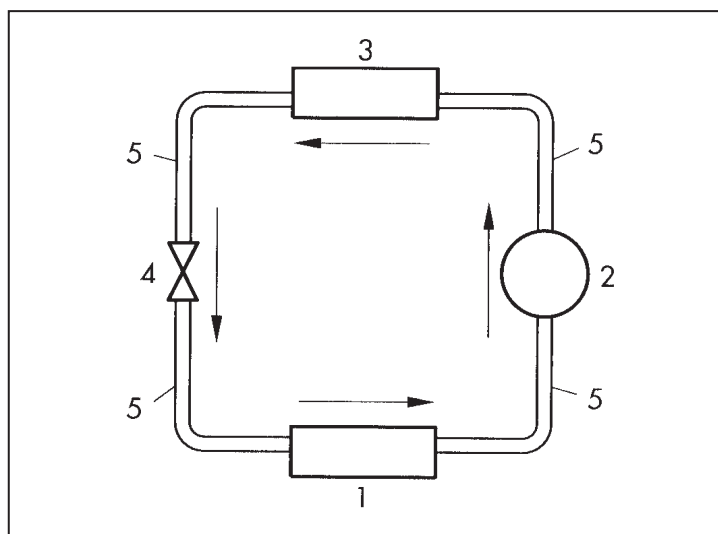
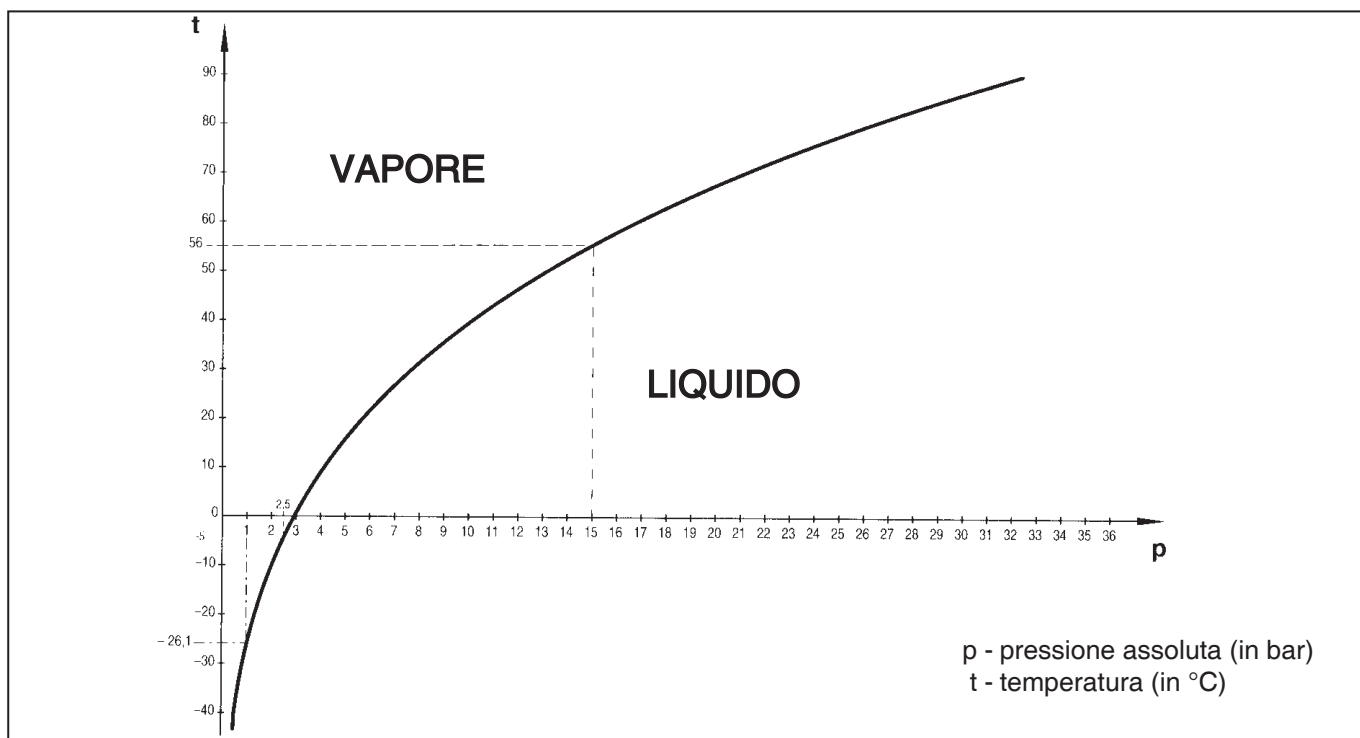
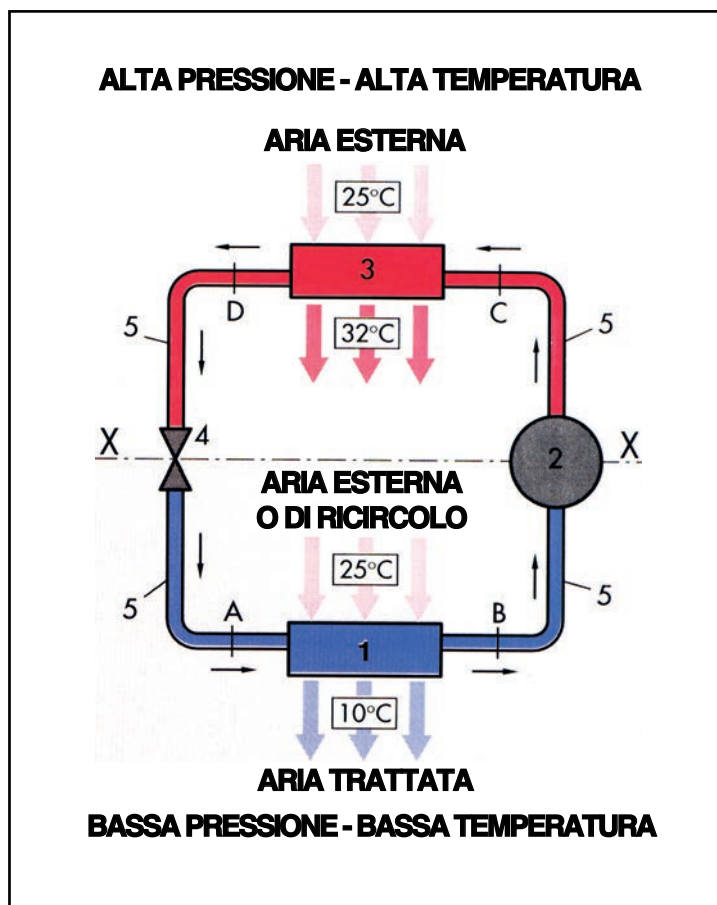

Fig. 11.20
Fig. 11.21
Fig. 11.22
Nella schematizzazione estrema della Fig.11.20, l'impianto appare costituito da un circuito chiuso, formato dalla catena dei quattro componenti: evaporatore (1), compressore (2), condensatore (3), valvola di espansione (4), indispensabili alla realizzazione del ciclo frigorifero, disposti nella loro sequenza funzionale, e dalle tubazioni (5), che servono per il loro collegamento.
Le nozioni di Fisica richiamate nel capitolo precedente consentiranno di spiegare e giustificare ogni fase del ciclo. Per comodità di esposizione, faremo riferimento anche ad un altro schema semplificato del circuito (Fig.11.22) simile a quello della Fig.11.20. Prima di procedere, anche per una migliore compressione dei valori di pressione e temperatura citati (se pur a titolo esemplificativa e con ampia approssimazione), riportiamo il diagramma pressione/temperatura del refrigerante R134a, attualmente utilizzato negli impianti di condizionamento per autoveicoli e trattori per uso agricolo (vedi Fig.11.21).
Torniamo ora all'esame delle fasi del ciclo, prendendo come punto di partenza la Sez. A (Fig.11.22), all'ingresso dell'evaporatore. L'evaporatore è il componente che serve ad estrarre il calore dall'abitacolo ed è quindi posizionato all'interno di esso, o con esso in stretta comunicazione. Perché possa svolgere questa funzione, occorre che la sua temperatura sia inferiore a quella dell'ambiente da raffreddare, in modo che il calore possa spontaneamente fluire da questo (temperatura maggiore) verso esso. Supponiamo che in A il refrigerante sia liquido alla pressione di 2,5 bar e quindi alla temperatura di circa $-5\text{ }^{\circ}\text{C}$ (Fig.11.21).
La linea ideale di separazione delle due parti è rappresentata nello schema di Fig.11.22 dalla retta X-X che taglia compressore e valvola di espansione.